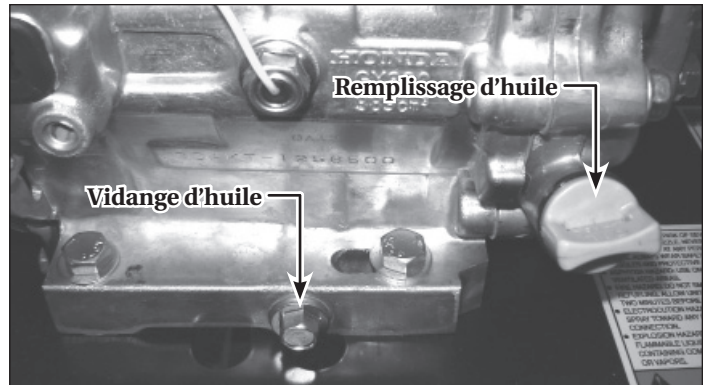

Figure 17 - Emplacements de vidange et de remplissage d'huile
2. Localisez et retirez le bouchon de vidange d'huile du moteur (voir la figure 17).